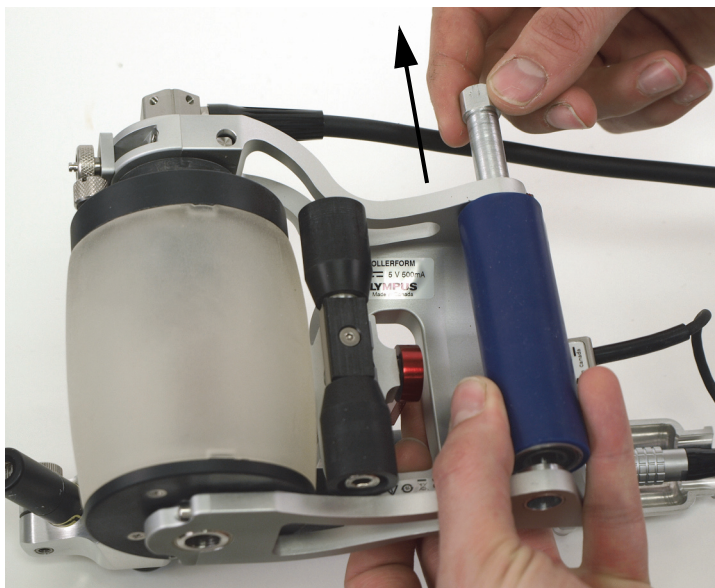

Figura 6-35 Deslizando para fora do eixo do rolo traseiro
3. Deslize o eixo do rolo traseiro para fora da estrutura do RollerFORM (Figura 6-35 na página 116).